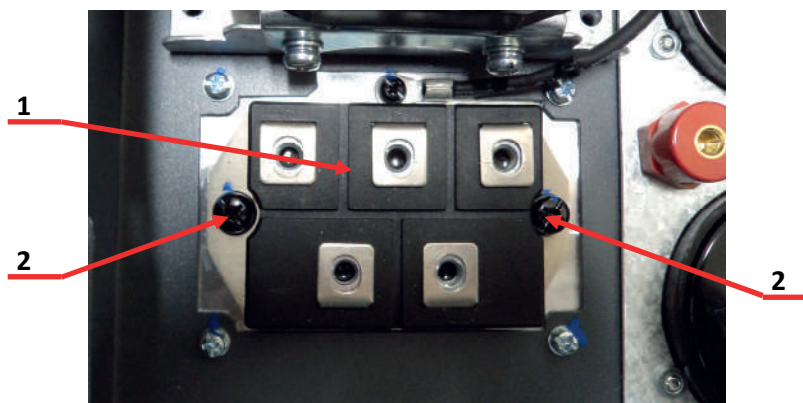

Рис.7.5
7.2.1. Удалить бязевой салфеткой, смоченной в СБС, остатки теплопроводного компаунда в месте установки диодного моста (рис.7.5, красный контур).
7.2.3. Установить диодный мост поз.1 на радиатор и закрепить его двумя винтами поз.2. (рисунок 7.5). Рекомендуемый момент затяжки винтов указан в таблице 7.1.